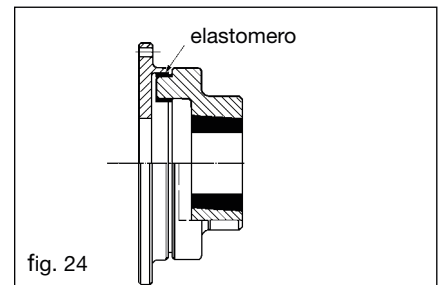

fig. 24
13.12 Sostituzione elastomeri giunto GBF (fig. 24)